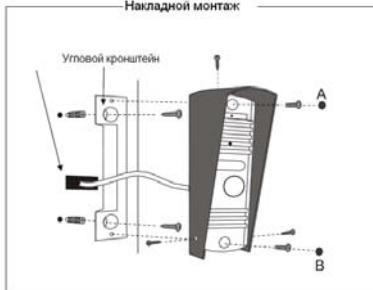

Рисунок 1
- Подготовьте место установки панели. Рекомендуется размещать панель так, чтобы видеокамера располагалась на высоте 1.45... 1.6 м от уровня пола (см. рис. 1).